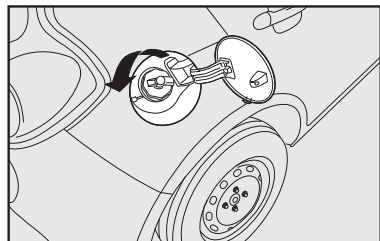

fig. 110
- Gire la tapa **fig. 110** en sentido antihorario, girándola hasta que se suelte completamente de la boca de llenado.